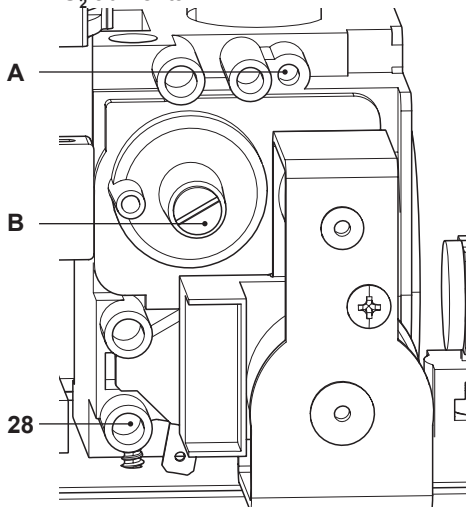

Figura 7.8
- A caldaia spenta (fuori servizio), controllare la pressione di alimentazione utilizzando la presa 28 in Figura 7.8 e confrontare il valore letto con quelli riportati nella tabella Pressioni di alimentazione gas nella sezione "Dati tecnici M275V.2024 SM" a pag. 24, "Dati tecnici M275V.2428 SM" pag. 28 e "Dati tecnici M275V.2832 SM" pag. 32.
- Richiudere bene la presa di pressione 28 in Figura 7.8.
- Per tarare il  $\text{CO}_2$  della caldaia (pressione del gas al bruciatore) svitare completamente il tappo in ottone di protezione **B** e agire sulla vite a brugola  $\varnothing 4$  mm sottostante Figura 7.8, girando in senso orario il  $\text{CO}_2$  aumenta.
- Se i due dati non coincidono agire sulla vite regolazione massimo RQ (**A** in Figura 7.8) della valvola gas e tarare il **CO2** allo stesso valore riportato nella sezione "Dati tecnici M275V.2024 SM" a pag. 24, "Dati tecnici M275V.2428 SM" pag. 28 e "Dati tecnici M275V.2832 SM" pag. 32. Girando in senso orario il **CO2** diminuisce.